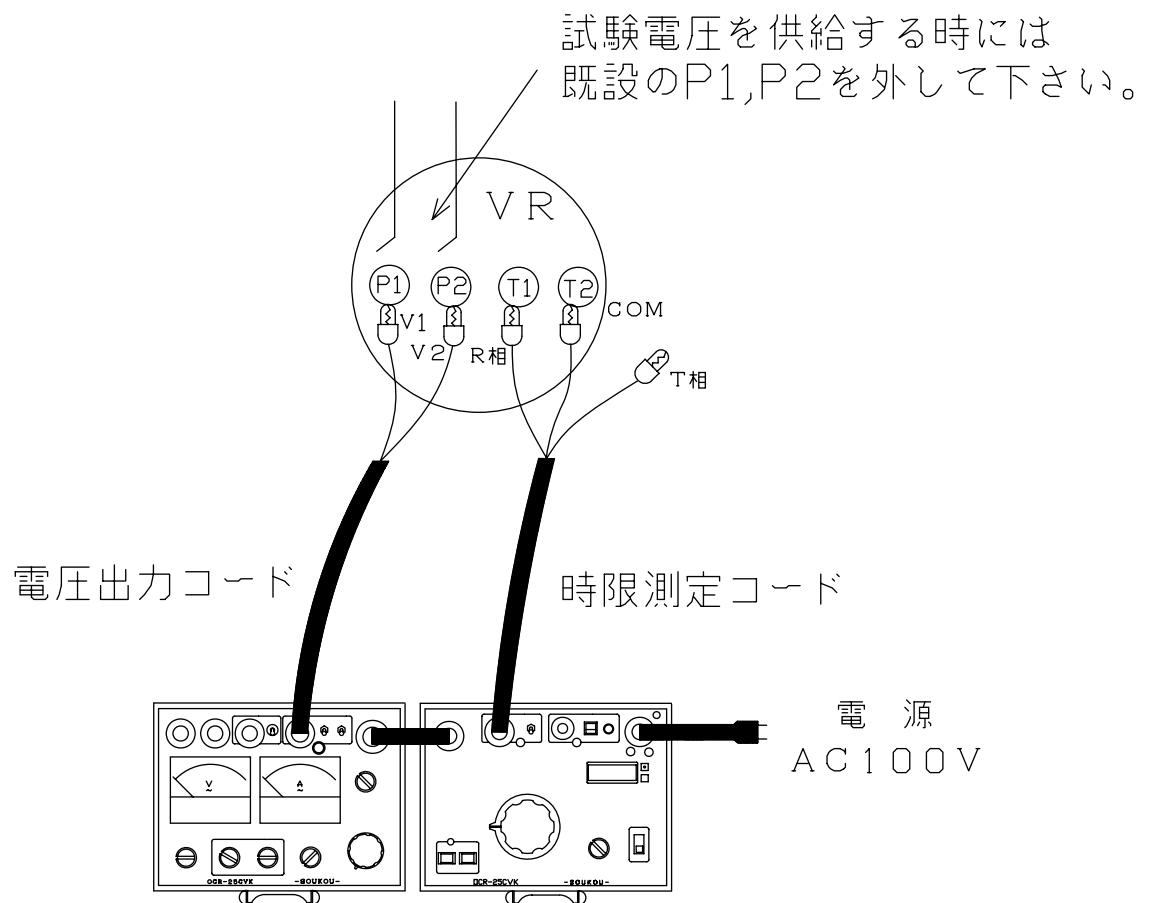

図 18：試験回路図(停電状態)
5. 以上のような点を注意し、試験回路を構成します。(図18)